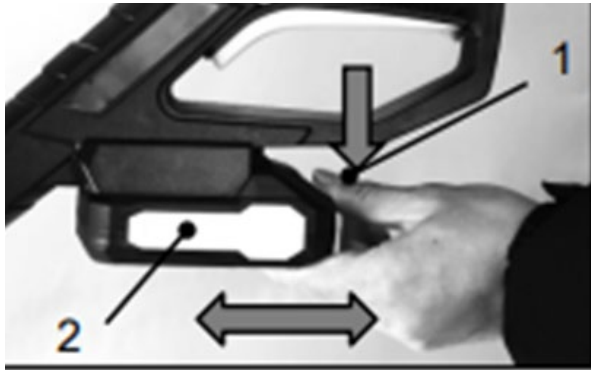

Рисунок 3. Схема встановлення/зняття акумуляторної батареї.
3. Щоб зняти АКБ, злегка натиснути на кнопку фіксації (1, рис. 3) батареї та, утримуючи кнопку, із невеликим зусиллям вийняти її.